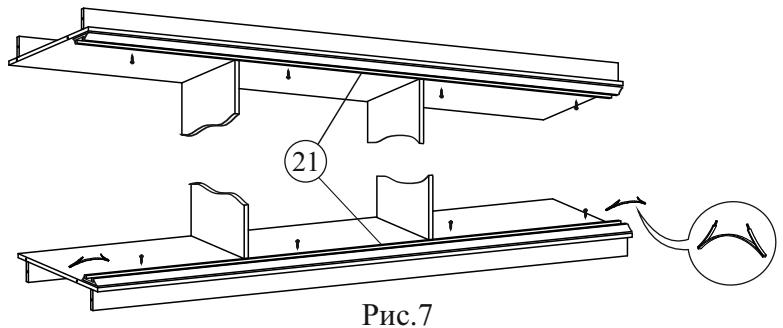

Рис.7
8. Установить ходовые профили 21 на нижнюю вязку и крышкиу, приставив вплотную к перегородкам 8 снизу и 12 сверху и закрепить их с помощью саморезов со сверлом 4,2x13, предварительно вставив в них стопора (рис.7). Стопора вставлять в паз нижнего профиля (один стопор для передней двери второй для задней). Отрегулировать положение стопоров самостоятельно. Ходовое колесо в крайнем положении, должно попадать в середину стопора.